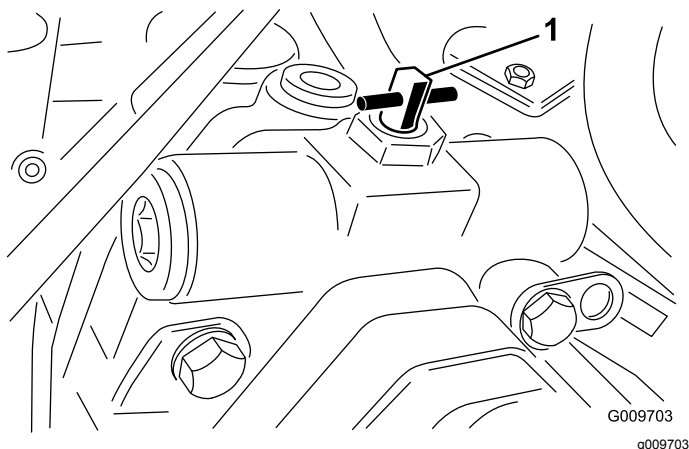

Figura 17
2. Girate la valvola di 90° (1/4 di giro) in qualsiasi direzione per aprirla e consentire all'olio di bypassare internamente (Figura 17). Dal momento che il fluido viene bypassato, potete spostare il trattore senza danneggiare la trasmissione. Notate la posizione della valvola durante l'apertura o la chiusura.